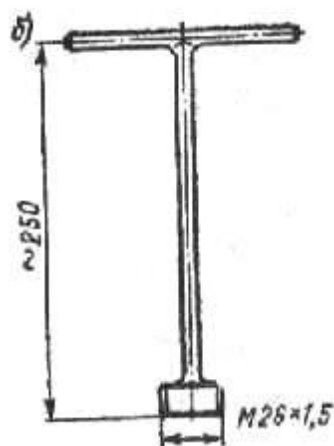

Рис. 99. Приспособление, облегчающее установку перьев передней вилки в мостики для неподвижной трубы пера.
Для облегчения установки перьев вилки в мостики нужно изготовить приспособление, изображенное на рис. 99.
1. Вставив основную трубу в нижний мостик, завинтить в резьбовую часть, предназначенную для верхней резьбовой пробки, приспособление, см. рис. 99.